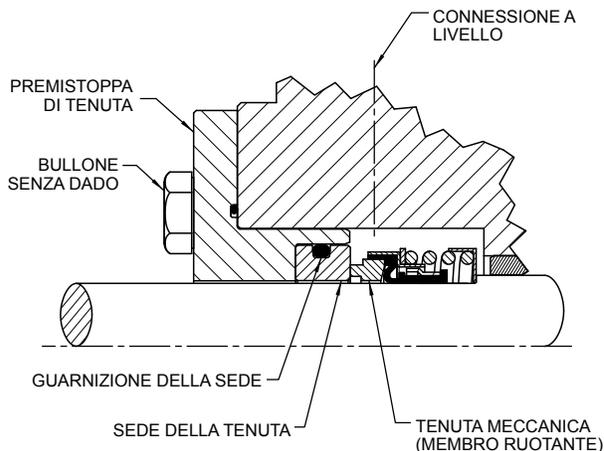

FIGURA 13
2. Capsula elastomerica tipo 52, 8-1 (**Figura 13**)